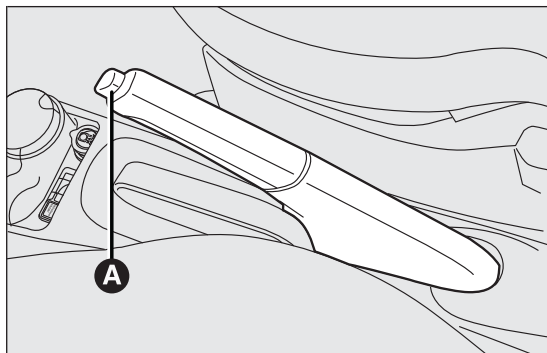

fig. 93
Le levier du frein à main fig. 93 se trouve entre les sièges avant.
- soulever légèrement le levier et appuyer sur le bouton de déblocage A fig. 93;